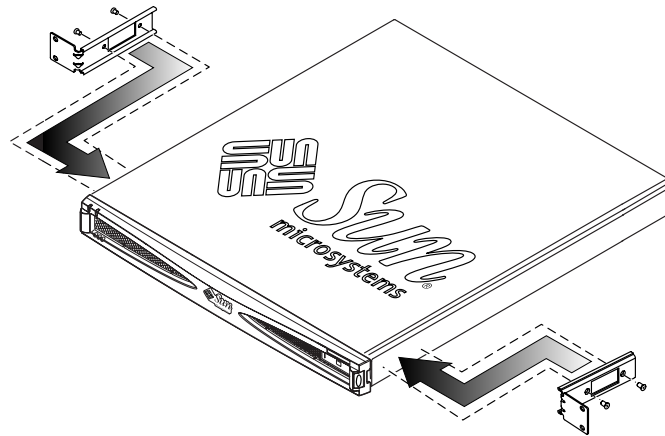
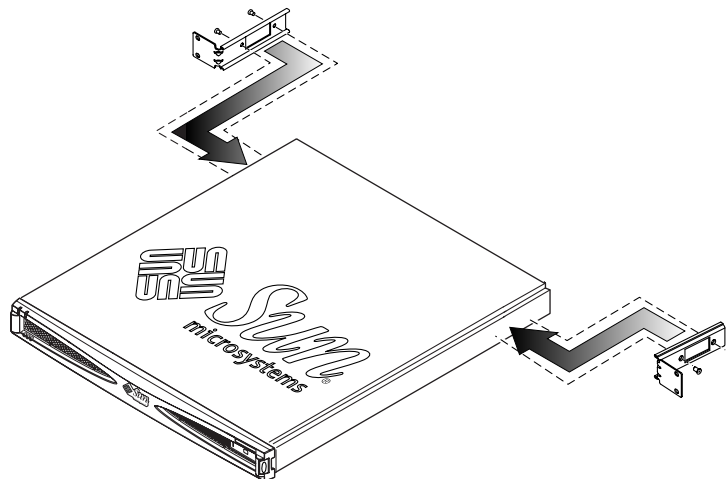

ABBILDUNG 3-9 Anbringen der Rack-Montagewinkel an der Vorderseite
ABBILDUNG 3-10 Anbringen der Rack-Montagewinkel an der Rückseite
1. **Bringen Sie die beiden festen Montage-Winkel entweder im zweiten und dritten Gewindeloch an der Vorderseite des Systems (siehe ABBILDUNG 3-9) oder in den Gewindelöchern an der Rückseite des Systems an (siehe ABBILDUNG 3-10).**